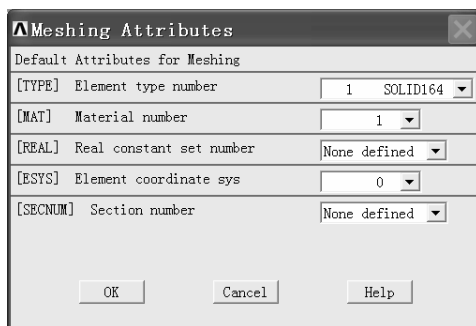
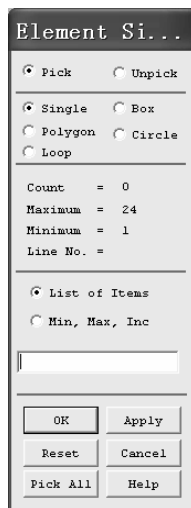

图 1-27 “Meshing Attributes”窗口
图 1-28 “Element Si...”窗口
(2) 在“MeshTool”窗口中的“Element Attributes:”下面的方框中选择“Global”(单击该方框后的倒三角形来选择), 再单击该方框后的“Set”按钮, 弹出“Meshing Attributes”窗口(见图 1-27)。
(3) 在“Meshing Attributes”窗口下进行选择: 在“[TYPE] Element type number”后面的方框中选择“1 SOLID164”。在“[MAT] Material number”后面的方框中选择“1”。然后单击“Meshing Attributes”窗口中的“OK”按钮。
(4) 单击“MeshTool”窗口中“Lines”后面的“Set”按钮，弹出“Element Si...”窗口（见图 1-28）。